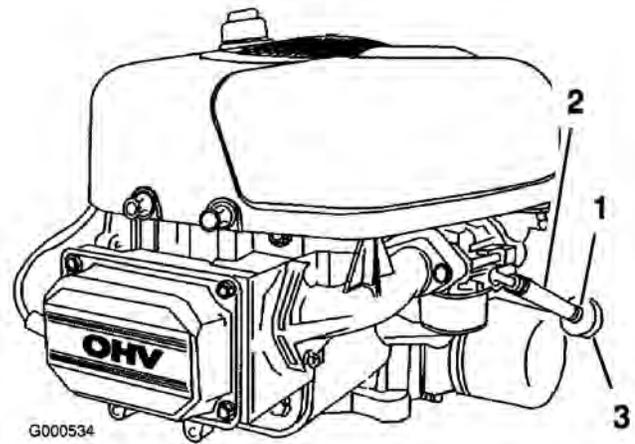

Figure 31
4. Pincez les extrémités des colliers et faites glisser ceux-ci pour les éloigner du filtre (Figure 31).
6. Posez un filtre neuf et rapprochez les colliers de fixation du filtre (Figure 31).